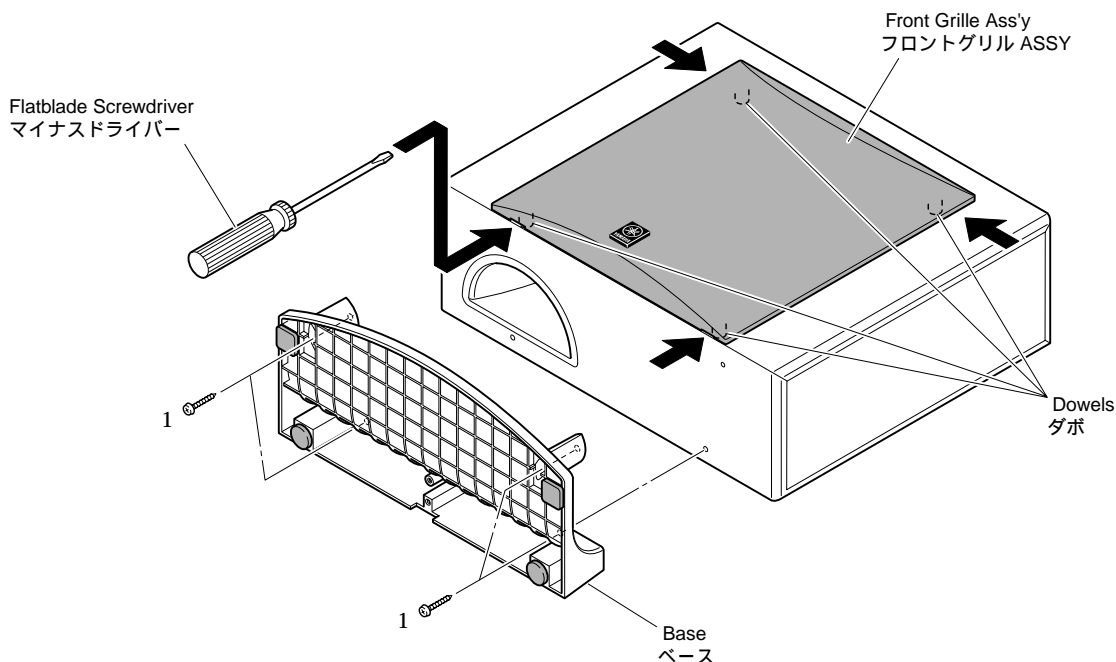

Fig. 1
- a. Remove 4 screws (1). (Fig. 1)
- b. Remove the Base. (Fig. 1)
- a. のネジ4本を外します。(Fig. 1)
- b. ベースを取り外します。(Fig. 1)
- a. Using the flatblade screwdriver inserted in the gap between the Front Grille Ass'y and the cabinet (bottom side first), push up the Front Grille Ass'y. (Fig. 1)
- a. 底側からマイナスドライバー等を差し込み、フロントグリルASSYを押し上げます。(Fig. 1)